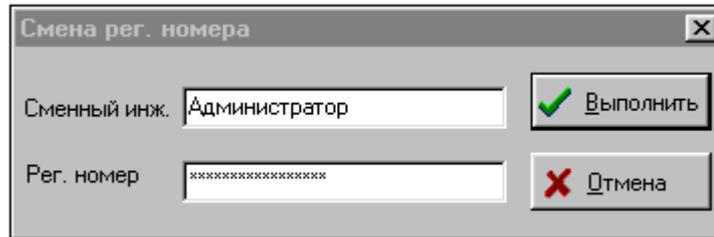

Рисунок 12 - Форма смены регистрационного номера сменного инженера или администратора
- "Смена регистрационного номера" (рисунок 12).